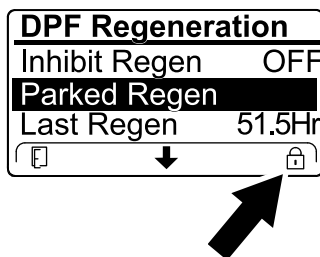

Figure 41
- Si le calculateur moteur demande une régénération d'urgence ou est en train d'en exécuter une, et que vous naviguez jusqu'à l'option PARKED REGEN, la régénération en stationnement se bloque et l'icône de blocage (Figure 41) apparaît en bas à droite de l'InfoCenter.